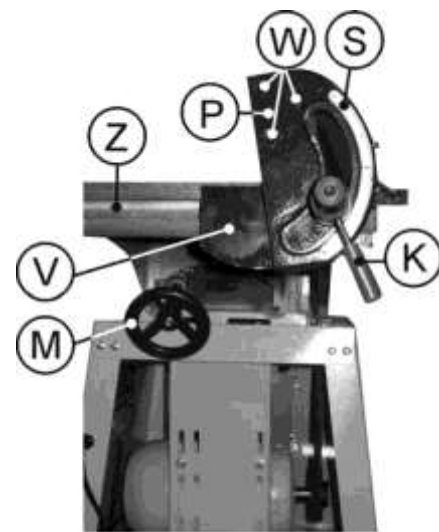

Рис.11
8.3.1. Установите опору узла направляющей планки (V) на стол подачи машины (Z), Рис.11.
8.3.2. Установите кронштейн со шкалой (S) на опору узла направляющей планки (V) и узел ручки фиксации направляющей планки (K), Рис. 11.
8.3.3. Закрепите направляющую планку (P) на кронштейне со шкалой (S) тремя болтами (W), Рис. 11.
8.4.1. Установите маховики (M) на подъемные винты регулировки высоты рабочего стола, совместив пазы маховиков и штифты винтов, Рис. 11.